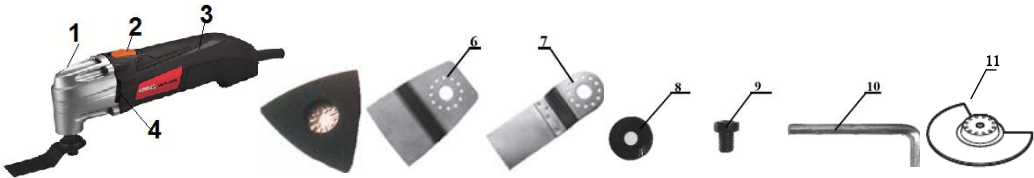

Рис.1. Общий вид
Машина состоит из следующих основных узлов: корпуса, электродвигателя, редуктора, выключателя, сетевого кабеля, см.рис.1
4.2.3. Крепление насадок осуществляется посредством затяжки болта-9, см.рис.1